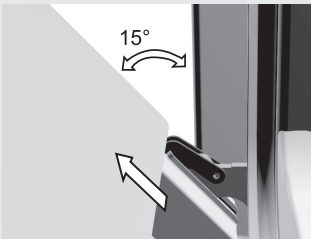

Abb. 3
- Machen Sie darauf langsam die Tür zu, damit die Sperren auf den Halterungen aufsitzen. Heben Sie die Tür unter einem Winkel von ungefähr 15° (in Bezug auf die geschlossene Tür) ein wenig an und ziehen Sie sie aus beiden Scharnierhalterungen heraus (Abb. 3).